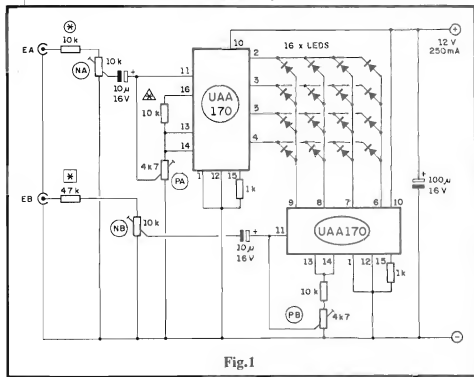

Fig.1
- **FIG. 1 - O CIRCUITO** - Os dois UAA170 controlam, através das suas saídas matriciadas, os "eixos" "X" (horizontal) e "Y" (vertical) aos quais estão eletricamente ligados os 16 LEDs, dispostos em quadrado (4 LEDs de lado). Para um modo "entendimento" de como o display é comandado, tomemos como exemplo um LED específico, aquele no canto interior esquerdo do "quadrado" de 16 pontos... O dito LED **apenas acenderá** quando a Saída correspondente ao pino 9 do UAA170 de baixo (canal B) encontrar-se eletricamente "alta" e, no mesmo instante, encontre-se "baixa" a Saída correspondente ao pino 4 do Integrado do alto (canal A). Qualquer outra "combinação de estados" ou níveis nas ditas duas Saídas, não